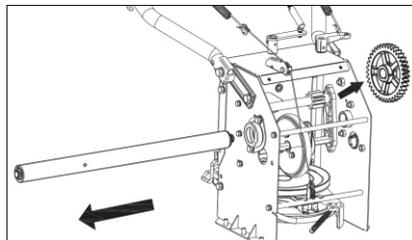

Рис. 39
- Снимите ведущий вал (рис. 39).